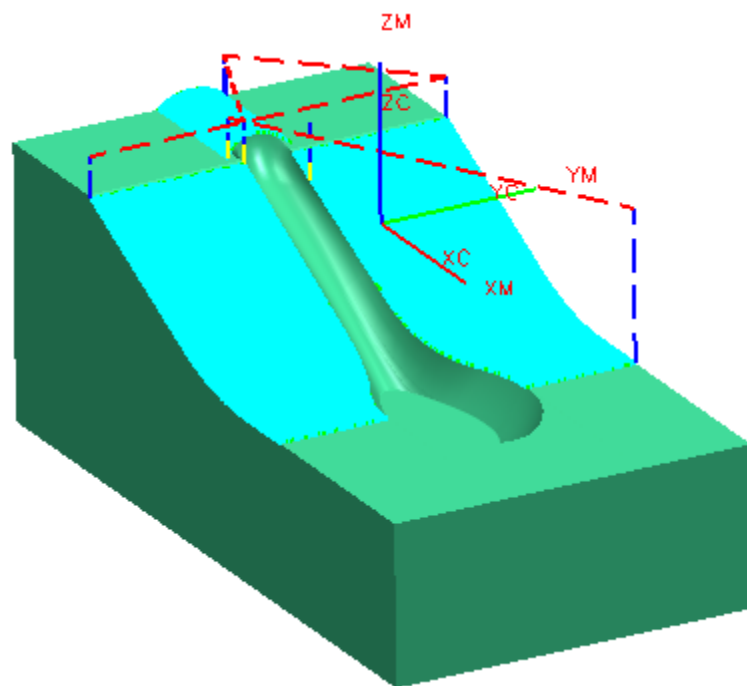

图 9-152
- 单击 , 生成如图 9-152 所示的刀轨, 单击 O K。